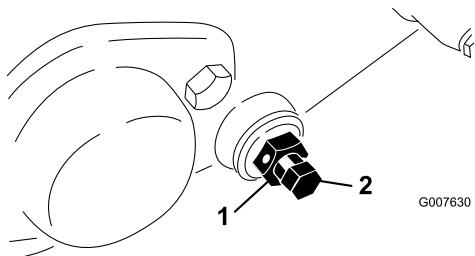

Figure 49
3. De chaque côté de la machine, desserrez l'écrou de blocage qui maintien le boulon de la barre d'appui (Figure 49).
4. Retirez les boulons de la barre d'appui de façon à pouvoir abaisser la barre et la déposer de la machine. Mettez de côté les 2 rondelles en nylon et les 2 rondelles en acier estampé de chaque côté de la barre d'appui (Figure 49).